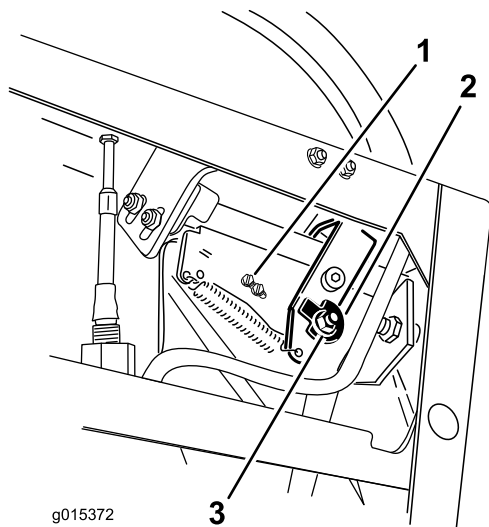
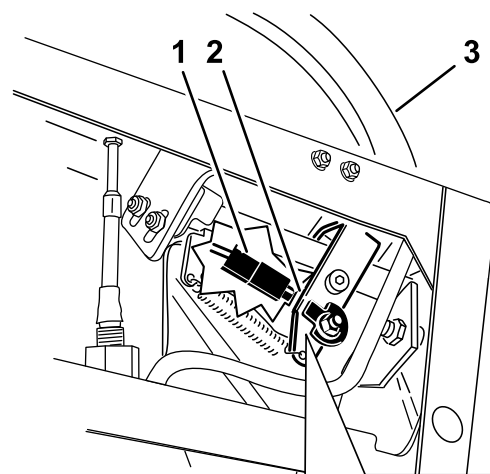

図 17
図 18
6. カムを固定しているナットとボルトをゆるめる（図 17）。
9. 図 18 に示されている、コントロールレバーとスイッチとのすき間を点検する。すきまが 3mm あることが必要である。測定は、右側コントロールレバーがニュートラルでロックを解除した位置で行う。
10. 必要に応じてスイッチを固定しているネジをゆるめてスイッチの位置を調整する（図 17と図 18）。